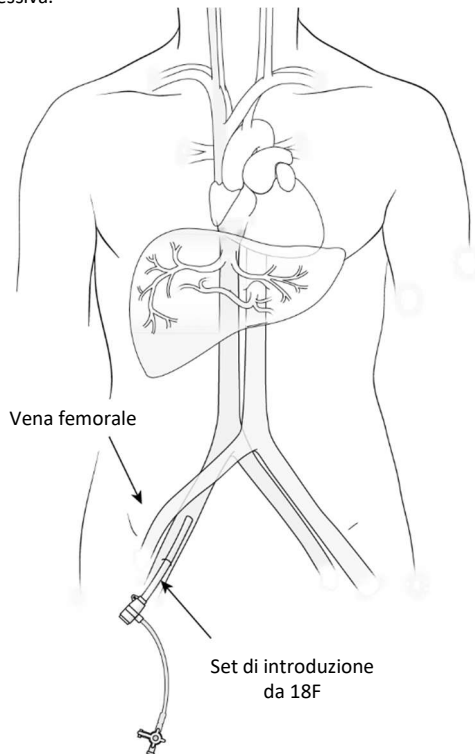

Figura 24
- (a) Utilizzando la tecnica di Seldinger e servendosi di tecniche fluoroscopiche e angiografiche standard, inserire la guaina di introduzione da 18F nella vena femorale, dopo avere effettuato la dilatazione progressiva con i dilatatori da 9F e da 13F. La guaina venosa può essere inserita in posizione omolaterale o controlaterale rispetto al posizionamento della guaina per arteria femorale da 5F (vedere la Figura 24). Lavare la guaina con normale soluzione fisiologica eparinata sterile. L'impiego della guida ecografica e di un'unica puntura della parete anteriore della vena femorale, sopra la testa del femore, sono necessari per garantire la comprimibilità di quest'ultima quando si rimuove la guaina. Se si pratica inavvertitamente una puntura sovrainguinale, interrompere la procedura e rimandarla a una data successiva.